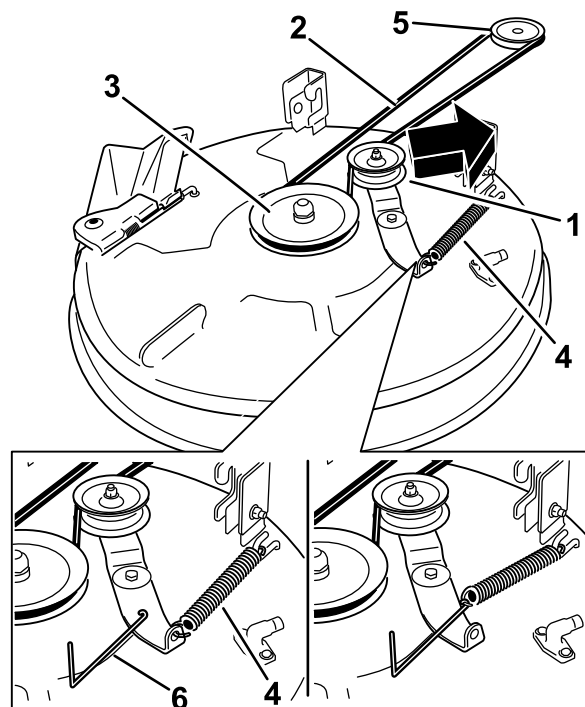
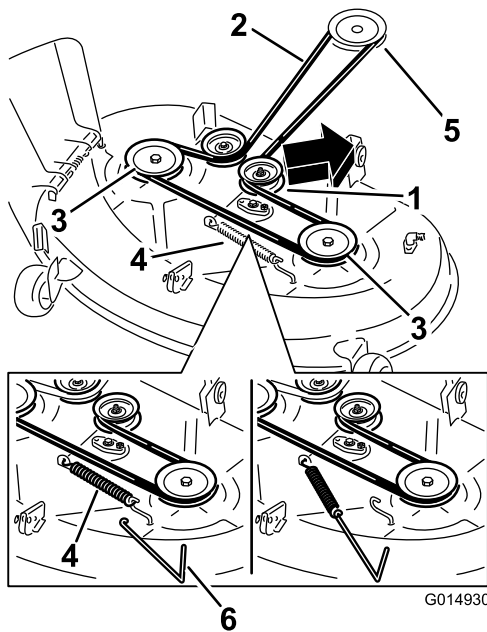

Figura 71
Figura 72
6. Servendovi di un attrezzo per la rimozione delle molle (n. cat. Toro 92-5771), sganciate la molla di rinvio dal gancio del piatto di taglio per eliminare la tensione dalla puleggia tendicinghia e togliete la cinghia dalle pulegge (Figura 71 e Figura 72).
- Montate la nuova cinghia attorno alla puleggia del motore e a quelle del tosaerba (Figura 71 e Figura 72).
- Servendovi di un attrezzo per la rimozione delle molle (n. cat. Toro 92-5771), agganciate la molla di rinvio al gancio del piatto di taglio per mettere in tensione la puleggia tendicinghia e la cinghia del tosaerba (Figura 71 e Figura 72).